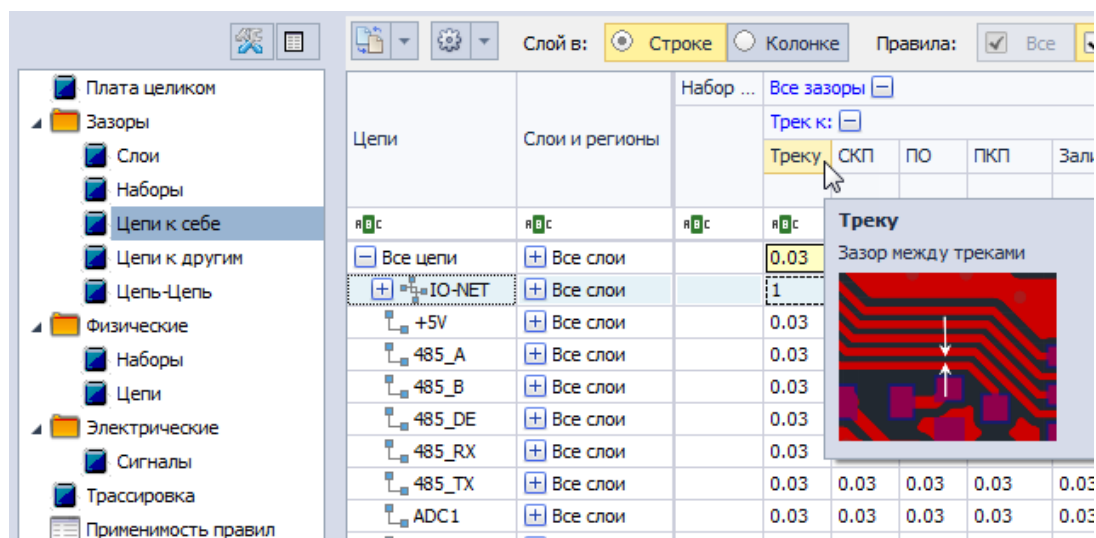

Рис. 4 Зазор между треками одной цепи
- Зазор между треком и треком, входящим в состав одной цепи обозначается как «Трек к Треку», см. Рис. 4. Зазор определяет область вокруг трека, в которой не может присутствовать какой-либо элемент трека этой же цепи.